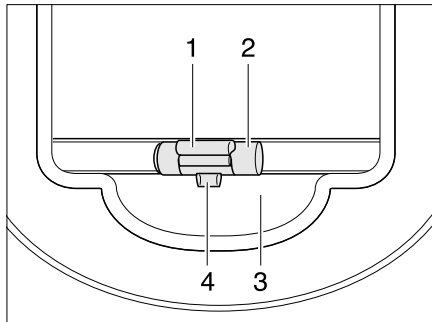

Fig. 27 Store occultant
- Tirer le store occultant vers le bas par la poignée (Fig. 27,2) et le laisser se verrouiller.
- Tirer légèrement le store occultant vers le bas par la poignée (Fig. 27,2) et pousser la barre de déverrouillage (Fig. 27,1) vers l'extérieur. Le verrouillage touches (Fig. 27,4) se détache du logement (Fig. 27,3).